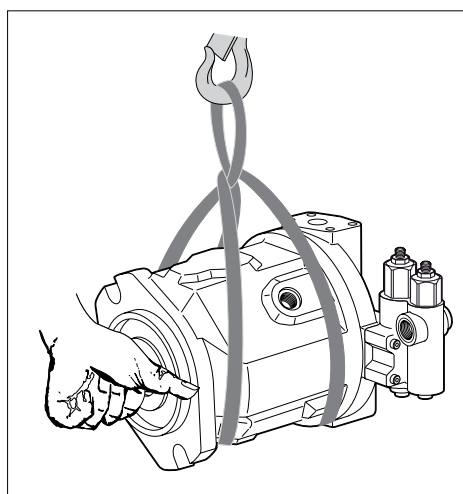

Рис. 5. Транспортировка при помощи стропа
- Уложите строп вокруг аксиально-поршневого агрегата так, чтобы он не проходил по навесным деталям (например, клапанам) и чтобы аксиально-поршневой агрегат не был подвешен за навесные детали (см. рис. 5).